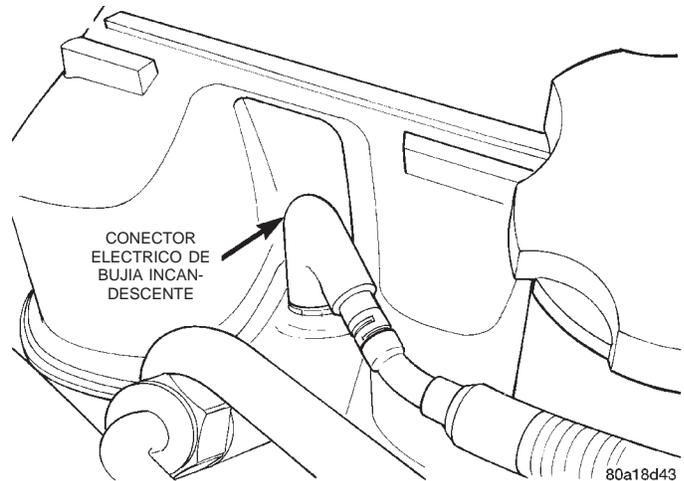

Fig. 28 Conector eléctrico de bujía incandescente
- (1) Desconecte el cable negativo de la batería.
- (2) Limpie el área situada alrededor de la bujía con aire comprimido, antes de retirarla.
- (3) Desconecte el conector eléctrico (Fig. 28) de la bujía incandescente.